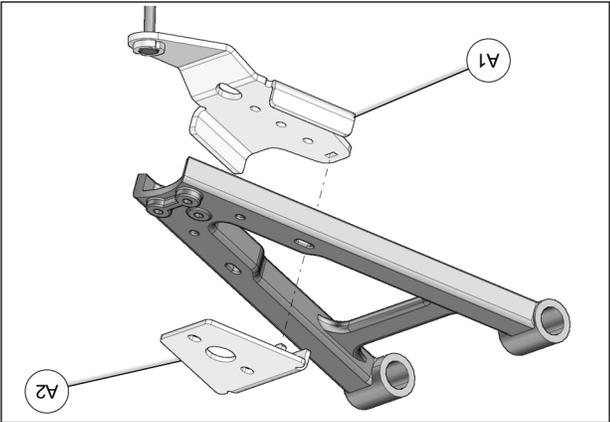

Fig. 19
5. Positionner la partie inférieure de l'ancrage anti-rotation (A1) sous le bras de suspension inférieur. Positionner la partie supérieure (A2) au-dessus du bras de suspension et insérer le tenon de la partie pliée dans l'ouverture de la partie inférieure. Fig. 19